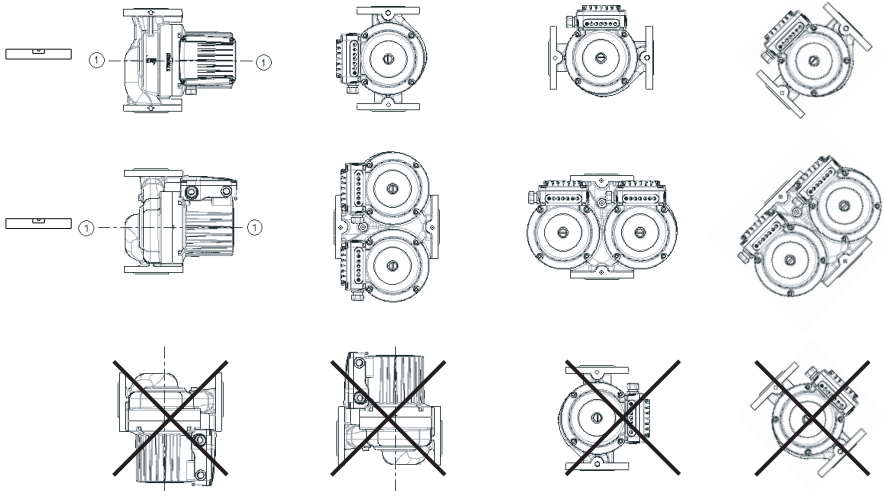

Abb.1
- Die Pumpe wird in die Rohrleitung so eingebaut, dass die Pumpenachse 1-1 horizontal ist (Abb. 1).